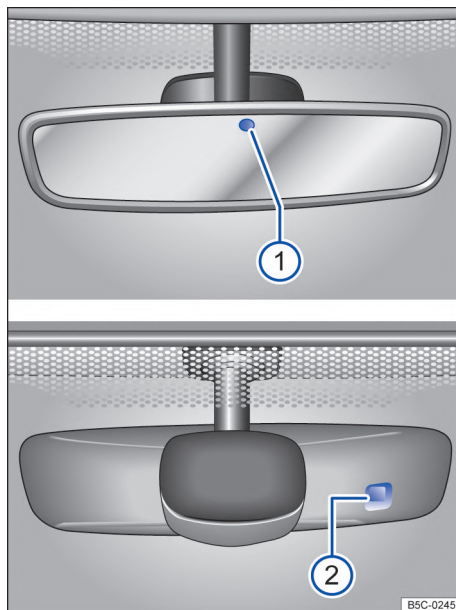

Fig. 69 En el parabrisas: espejo retrovisor interior antideslumbrante automático.
Las posibles causas de averías e interpretaciones erróneas en la zona de la superficie sensible → fig. 69 del sensor de lluvia son, entre otras:
Cuando se conecta el encendido, los sensores miden la incidencia de luz. Hay 2 sensores en el espejo retrovisor interior, uno que mide la incidencia de luz por *delante* → fig. 69 ① y otro que mide la incidencia de luz por *detrás* ②. En función de los valores medidos, el espejo retrovisor interior se oscurece automáticamente.